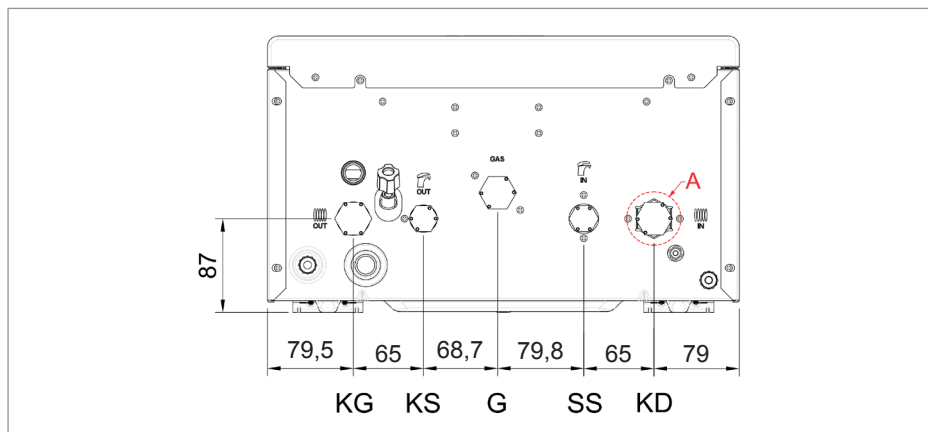

Abbildung 16. Wasseranschlüsse
- ⚠** Die Verbindung an der Unterseite der Pumpe (Abbildung 16 – die Verbindung in Detail A) sollte bei Verwendung von Gummidichtungen mit einem maximalen Drehmoment von 18 Nm und bei Verwendung von Klingeritdichtungen mit einem maximalen Drehmoment von 30 Nm angezogen werden.